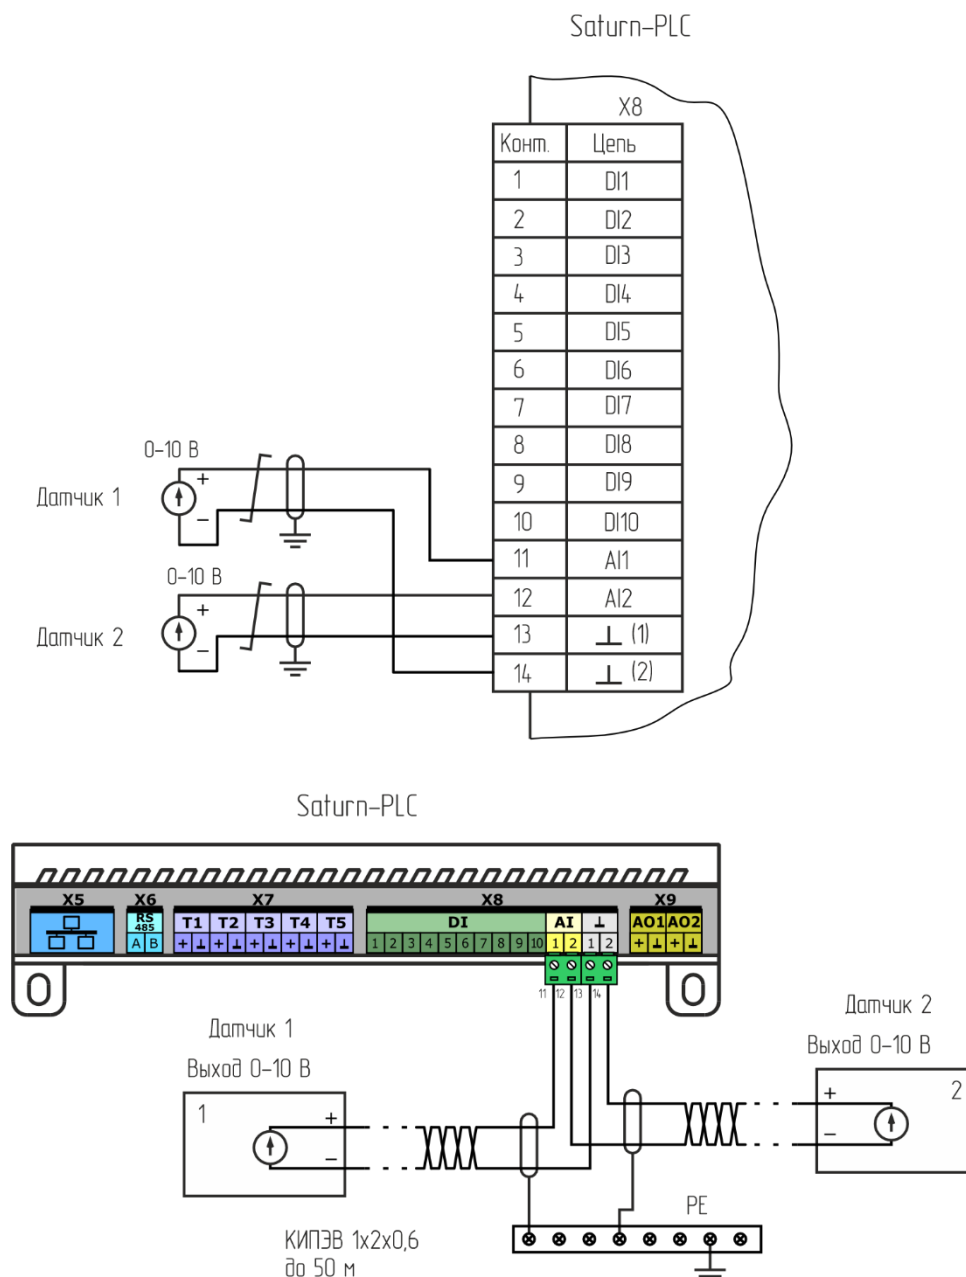

Рисунок 5 – Подключение датчиков с выходом (0-10)В ко входам AI1-AI2
10. Контроллер позволяет подключать до 2 шт. датчиков с выходом, формирующим постоянное напряжение в диапазоне (0 - 10) В, например, датчики давления или температуры. Датчики «0 – 10 В» подключаются к ответной части клеммного соединителя разъема X8 «под винт» (рисунок 5).